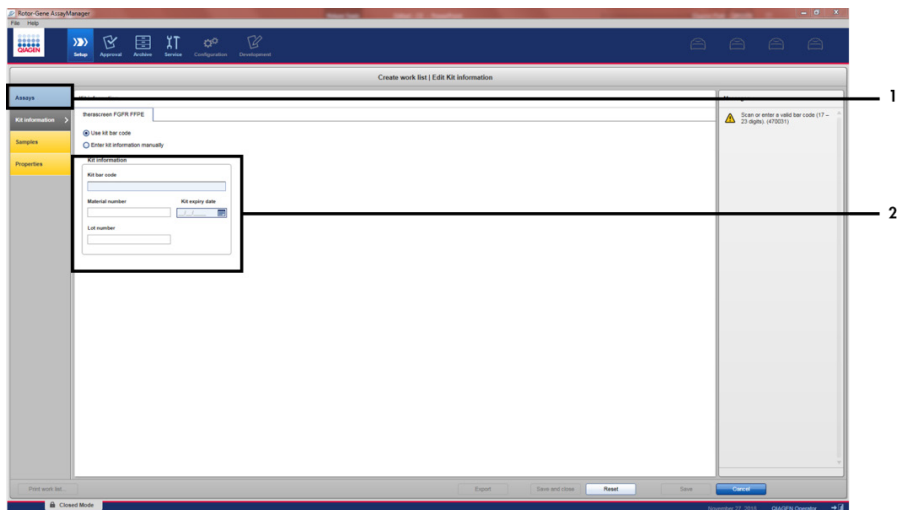

Figure 9. Créer la fenêtre principale de liste de tâches. 1 = onglet « Kit information » (Informations sur le kit) ; 2 = entrer les informations sur le kit.
4. Cliquer sur l'onglet « Kit information » (Informations sur le kit). Sélectionner « Enter kit information manually » (Entrer les informations sur le kit manuellement) et entrer les informations sur le kit (Figure 9).